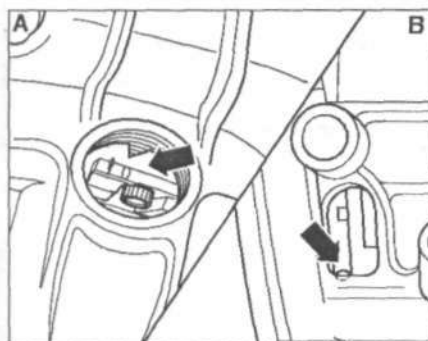

Рис. 5.56. Совместите метки ВМТ на маховике А или ведущем диске В.
1. Совместите метки ВМТ на маховике А или ведущем диске В (рис. 5.56).